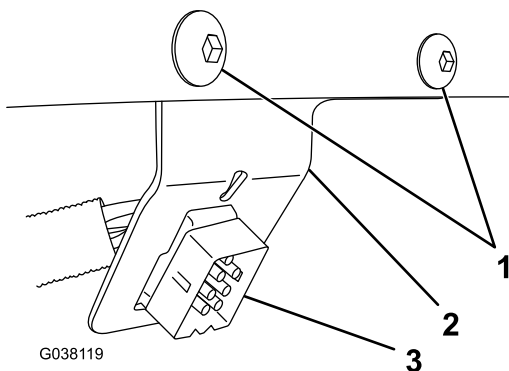

**Figura 6**
2. Instale el conector del quitanieves del arnés de cables del lado del vehículo al lado izquierdo del parachoques delantero usando el soporte de montaje del arnés de control y 2 tornillos y tuercas autoblocantes (Figura 6).
3. Monte el conector de corriente/masa en el soporte de montaje del arnés de control (Figura 6).